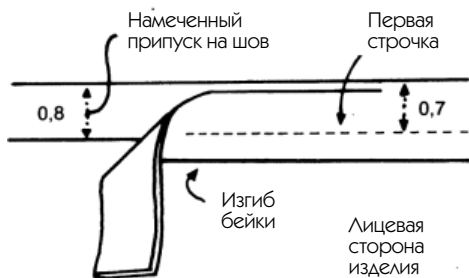

Рис. 96
3. Положите эту полосу на лицевую сторону основной детали край к краю сгибом вниз (рис. 96) и пристрочите ее, отступив 0,7 см от края.